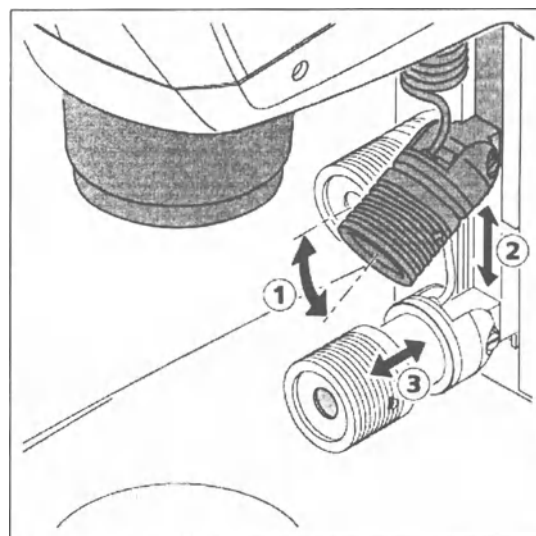

Рис. 21. Настройка точечного осветителя
- Установите точечный осветитель на нужную высоту на направляющей (рис. 21/2).
- Установите угол (рис. 21/1) при помощи оси вращения точечного осветителя для обеспечения оптимального освещения объекта.
- Установите размер и яркость точки за счет осевого сдвига блока фокусировки (рис. 21/3) (масштабирование освещения).